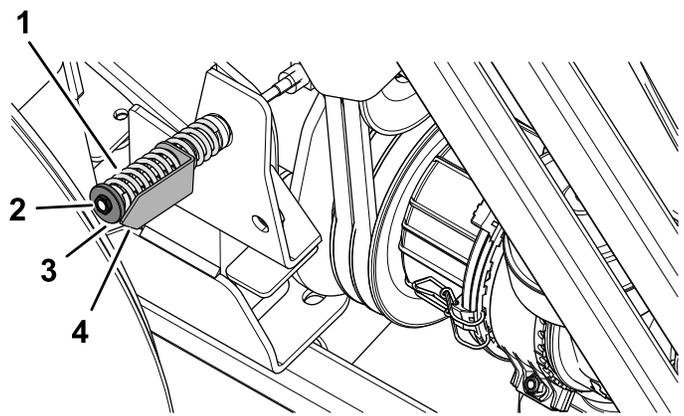

図 89
5. 必要に応じ、アイトラプリーテンションナについているナットを回して、矢印がワッシャの外側表面と同じ位置にくるように調整する 図 89。
8. アイドラプーリテンションナのナットをゆるめる 図 89 PTO ベルトの張りの点検 (ページ 63)を参照。